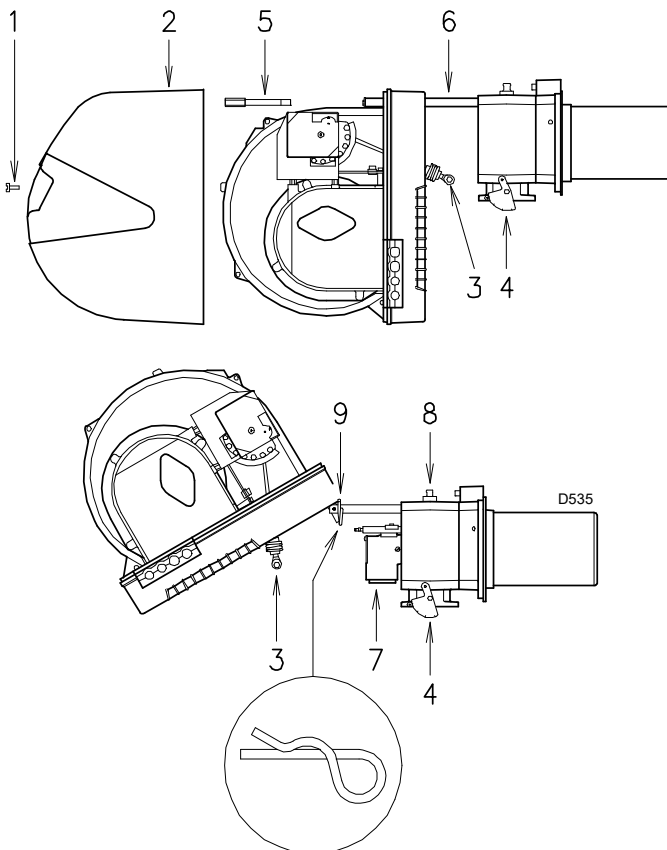

Fig. 31
- Togliere la vite 1)(Fig. 31) ed estrarre il cofano 2).
A questo punto è possibile estrarre il distributore del gas 7) dopo aver tolto la vite 8)(Fig. 31).
- Togliere la copiglia 9)(Fig. 31) e spingere il bruciatore fino a circa 100 mm dal manicotto. Reinsediare i cavi e far scorrere il bruciatore fino a battuta. Rimettere la vite 5) e la copiglia 9) e tirare delicatamente verso l'esterno i cavi di sonda ed elettrodo, fino a metterli in leggera tensione. Riagganciare lo snodo 3) al settore graduato 4).